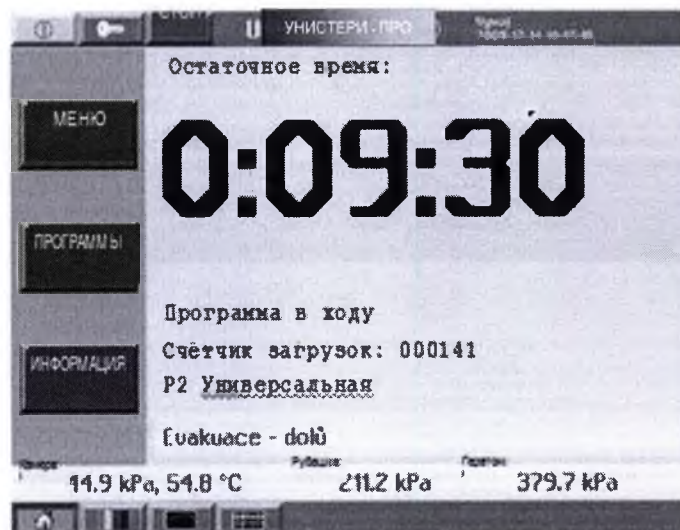

Рисунок 16 Основной экран
- Основной экран проходящего цикла стерилизации рисунок 16;